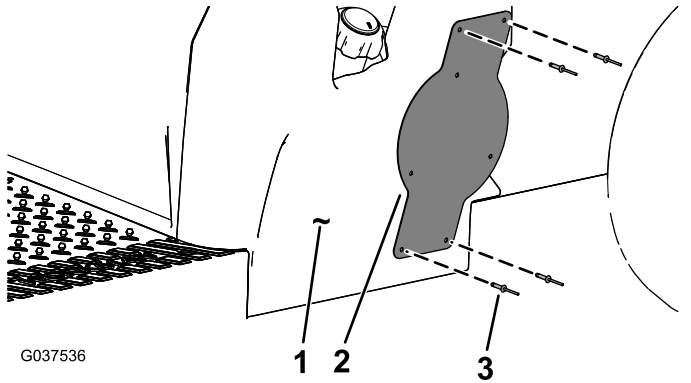

Bild 11
7. Befestigen Sie die Schildhalterung an den erstellten Bohrungen der Seite des Sitzunterteils mit vier Blindnieten (3/16" x 15/16"), wie in **Bild 11** abgebildet.